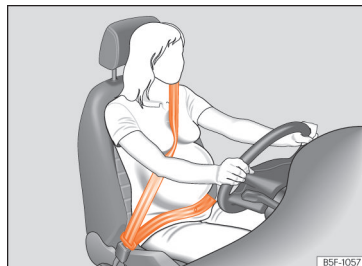

Abb. 13 Gurtbandverlauf bei schwangeren Frauen.
Bei **schwangeren Frauen** muss der Sicherheitsgurt gleichmäßig über die Brust und möglichst tief vor dem Becken verlaufen sowie flach anliegen, damit kein Druck auf den Unterleib ausgeübt wird - und das während der gesamten Schwangerschaft »» **Abb. 13.**
• Bei schwangeren Frauen muss das Beckengurtteil des Sicherheitsgurtes möglichst tief vor dem Becken verlaufen und um den Bauch herum „flach anliegen“ »» **Abb. 13.**